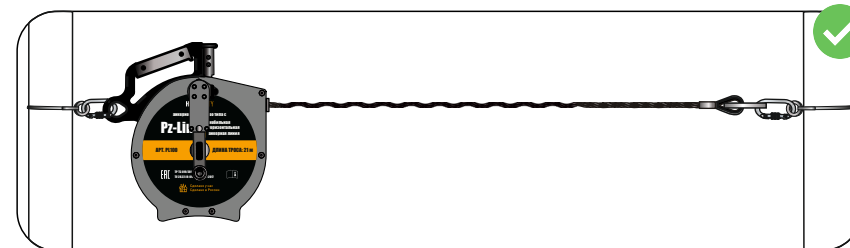

рис. 9
- Установите устройство и горизонтальный трос к анкерным петлям с помощью имеющихся в комплекте карабинов (рис. 9).